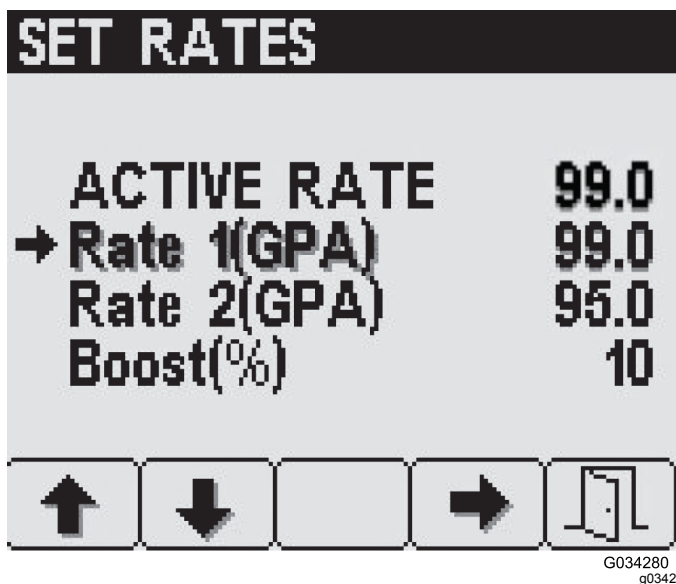

图 17
要访问 Set Rates设置喷洒率屏幕按下 Main Menu主菜单屏幕上的 2 号按钮图 16 直至到达 Set Rates设置喷洒率然后按 4 号按钮选择 Set Rates设置喷洒率图 17。
1. 按 1 号或 2 号按钮直至到达所需喷洒率或增加速率百分比图 17。